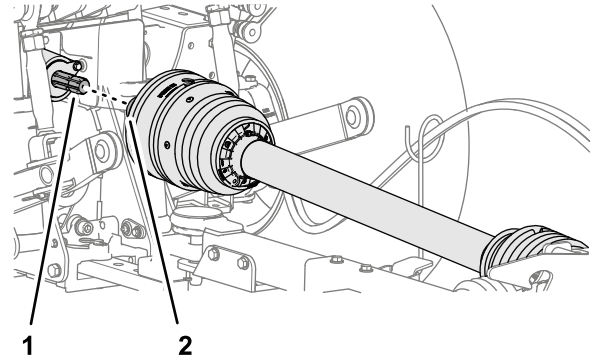

Bild 24
1. Richten Sie die Schnelltrennkupplung der Antriebswelle mit dem Anschluss der Zapfwelle aus (Bild 24).